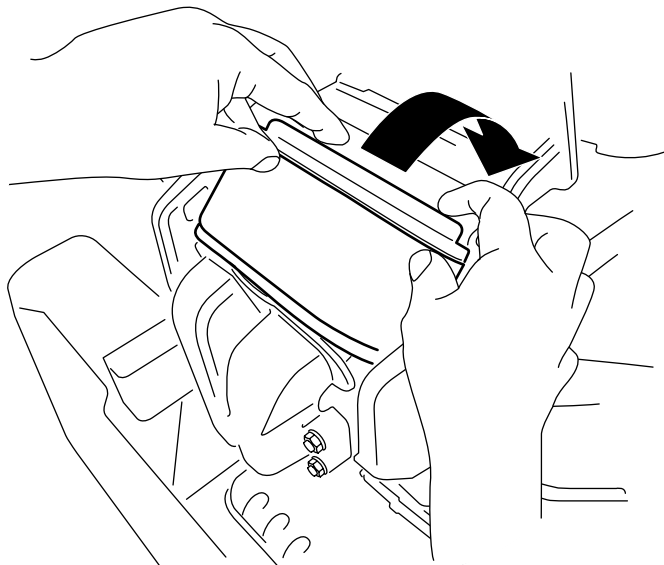

Рисунок 44
3. Поверните фильтр вниз в камеру и прижмите его к коллектору так, чтобы он полностью сел на место (**Рисунок 44**).